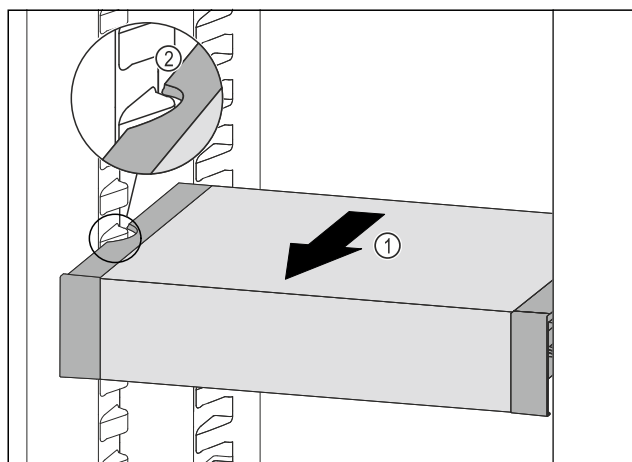

Fig. 57
- ▶ VarioSafe pociągnąć w przód Fig. 57 (1), aż boczne wycięcia szuflady VarioSafe będą się znajdować na wysokości żeber pojemnika w chłodziarce. Fig. 57 (2)